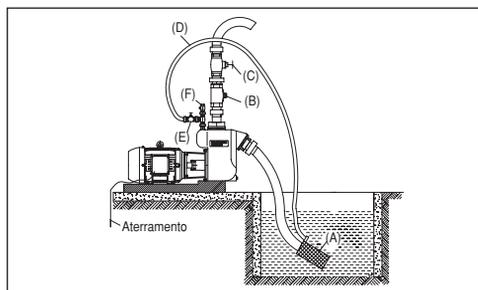

Figura 6 - Instalação Motobomba BCA-43
- 6 - Recomendações específicas para as **Motobombas Autoaspirantes BCA-43 quando empregadas no bombeamento de chorume** (dejetos suínos ou bovinos, Figura 6):
- Recomendamos instalar um pré-filtro (tipo cesto) (item **A** da figura 6) na tubulação de sucção, afim de impedir a passagem de sólidos de diâmetros maiores do que o permitido para o rotor A que é de 5 mm e para o B que é de 10 mm.
- Recomendamos instalar válvula de retenção (item **B** da figura 6) na tubulação de recalque conforme descrito no item **A-12** deste manual.
- Um registro gaveta (item **C** da figura 6) deve ser instalado no recalque para se ter o controle de pressão e vazão. Quando a bomba estiver acoplada a um motor estacionário (combustão interna), para acionamento do conjunto, feche parcialmente o registro de gaveta, parta o motor e abra o registro a medida que se vai aumentando a rotação do motor. Nunca parta a bomba com a rotação plena do motor. Para desligar, feche o registro por completo e reduza a rotação do motor pela metade para evitar que a bomba perca a escorva.
- Além da saída de recalque 3", este modelo possui uma saída adicional de 1", na qual pode ser conectada uma mangueira (item **D** da figura 6) que deve ser direcionada de volta ao local de sucção para homogeneizar o chorume. Em situações de dificuldade de aspiração, perda de escorva ou formação de gases, sugerimos conectar um Tê na saída adicional: em uma das extremidades adaptar a mangueira (item **D** da figura 6) com um registro (item **E** da figura 6) e, na outra extremidade, adaptar uma válvula de retenção (item **F** da figura 6) sem mola e na posição invertida, que funcionará como escape para os gases.